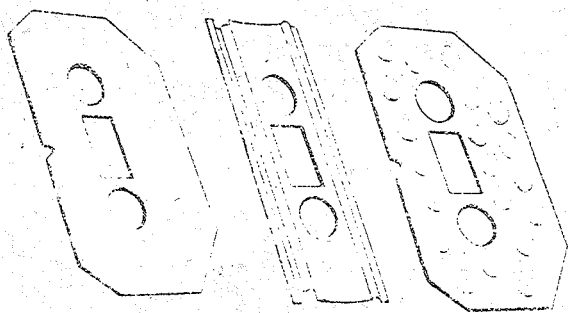

图 8 盒式磁带的衬垫片
(1) 带盒的外形尺寸及各工作孔的孔位、孔径必须符合盒式磁带国际标准的规定。
(2) 带盒表面及内部零件必须精密、平整、无塌坑和毛刺，在 $0\sim 40^\circ\text{C}$ 环境温度中不应有几何变形。高质量的带盒其接缝比较齐整严密，用手摸不易感觉出有缝隙存在。
(3) 磁带的盘芯与带盒应配合良好。手持盒式磁带轻轻摇动时能明显地感觉到盘芯各方向晃动自然。将磁带装入录音机，按下倒带键，磁带在盘芯上卷绕得越整齐，倒带过程不应有大的振动噪声。在按下放音键，音量关到最小时，磁带在运行中不应有明显的机械噪声。
(4) 带盒两侧的衬垫片对盒式磁带的质量影响很大。高质量的盒式磁带往往将衬垫片设计成带有许多鼓泡或瓦楞形状(如图8)，其目的是为了减少磁带盘和衬垫片的摩擦力。同时，因其衬垫片本身具有弹性，可使磁带卷绕得很平整。